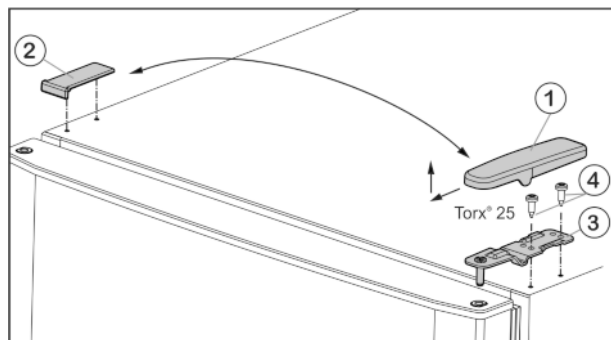

Fig. 6
- ▶ Потяните крышку Fig. 6 (1) вперед и вверх.
- ▶ Снимите крышку Fig. 6 (2).
- ▶ Открутите верхний опорный кронштейн Fig. 6 (3) (2 шт. Torx® 25) Fig. 6 (4) и поднимите вверх.
- ▶ Установите верхний опорный кронштейн Fig. 6 (3) на новой стороне шарнира и защелкните в дверце.
- ▶ Привинтите верхний опорный кронштейн (с моментом 4 Нм) (2 шт. Torx® 25) Fig. 6 (4). При необходимости используйте аккумуляторный шурупверт.
- ▶ Наденьте и защелкните крышку Fig. 6 (1) на противоположной стороне снаружи.
- ▶ Также наденьте сверху и защелкните крышку Fig. 6 (2) на противоположной стороне.